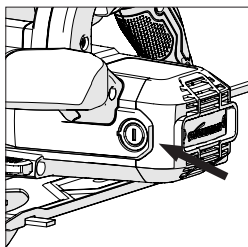

Fig. 18
- Desenrosque los tapones de plástico situados en la parte trasera de la carcasa del motor. (**Fig. 18**) Tenga cuidado, ya que los tapones están colocados a presión.